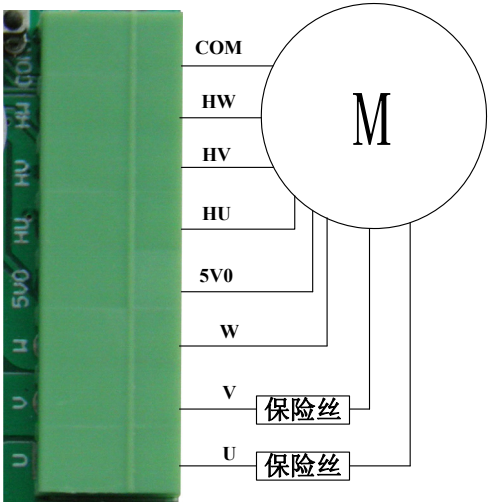

图 3.4 电机接线图
- 1) 断开驱动器电源。将电机的U、V、W三相线电源线接到驱动器电机接口的U、V、W，将电机的霍尔信号传感器电源线正负极（通常正极为红色，负极为黑色，具体参照电机的相关资料）分别接到驱动器霍尔信号接口的 5VO和COM，霍尔信号传感器的三霍尔位置信号线接到驱动器霍尔接口的HU、HV、HW，如图 3.4 所示。